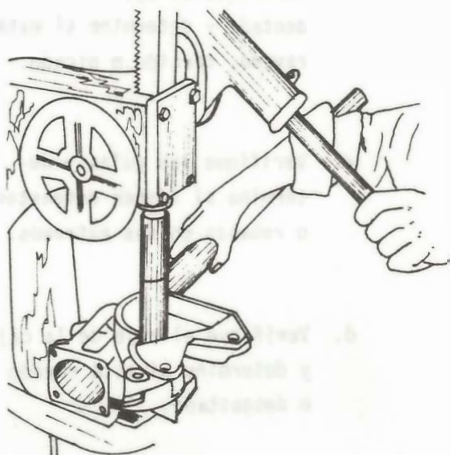

Fig. 21
PASO 2: Extraiga el retenedor y el empaque del eje del sector dentado (fig. 21).